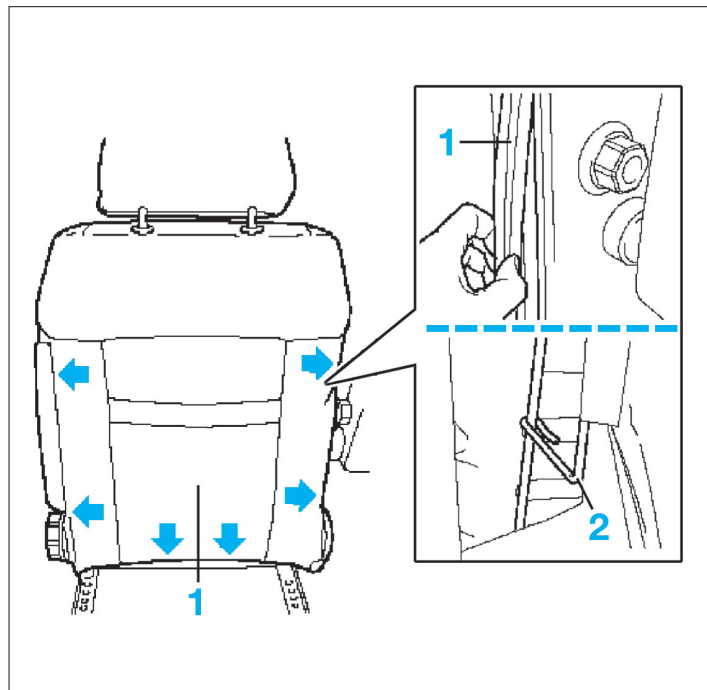

FIG. 12
- Déposer la garniture (1) à l'arrière du dossier du siège maintenue par une agrafe (2) de chaque côté (fig. 12).